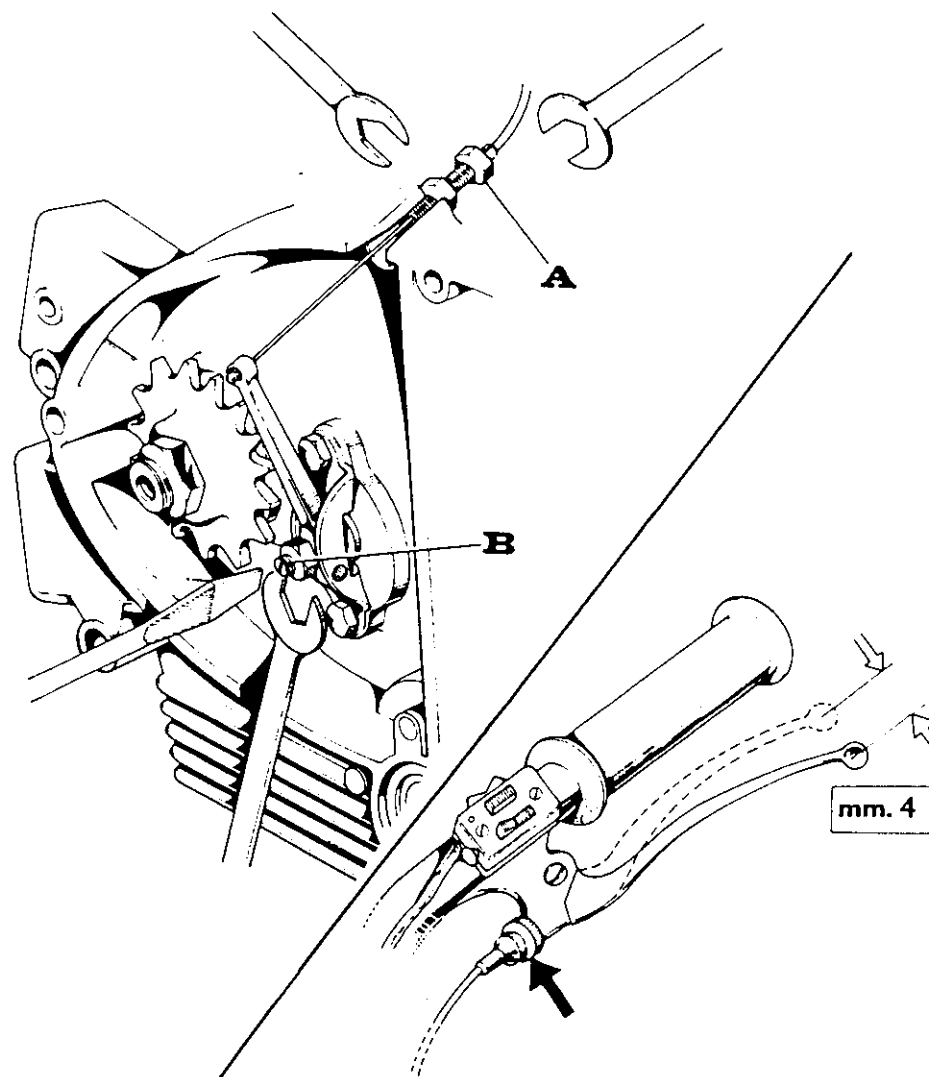

FIG. 2-2
4. Réglage de l'embrayage (voir fig. 2-2)
Le motocycle en mouvement se servir du tendeur placé près du levier de commande sur le guidon (Fig. 2-2).